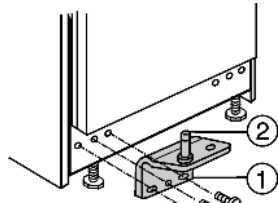

Fig. 9
▶ Шарнірний гвинт *Fig. 9 (2)* у опорному кронштейні *Fig. 9 (1)* з підкладною шайбою вставити у опору дверей.
▶ Закрутіть опорний кронштейн *Fig. 9 (1)* (із зусиллям 4 Нм).